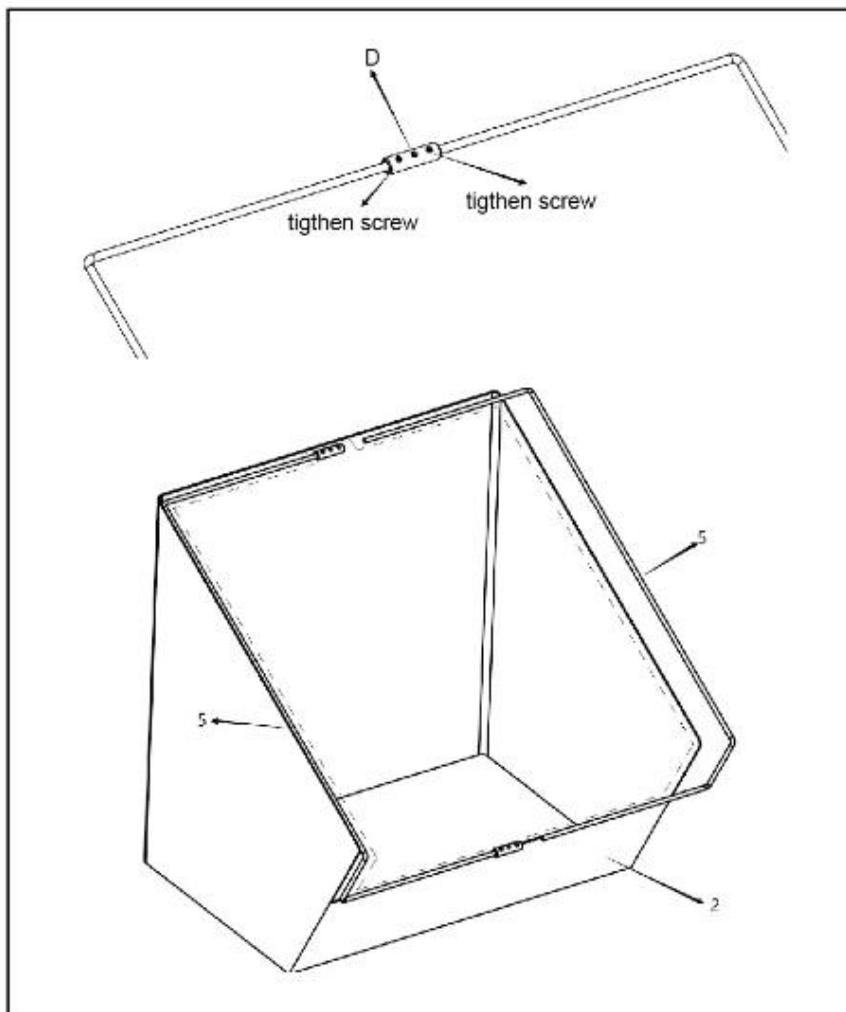

Рис.4
3. Проденьте обе части каркаса мусосборника в отверстия в ткани по контуру мешка мусоросборника. С помощью соединительного элемента (D) соедините вместе обе части каркаса мешка (левую и правую), затяните винты, сделайте то же самое с другой стороны, см. рисунок 4.